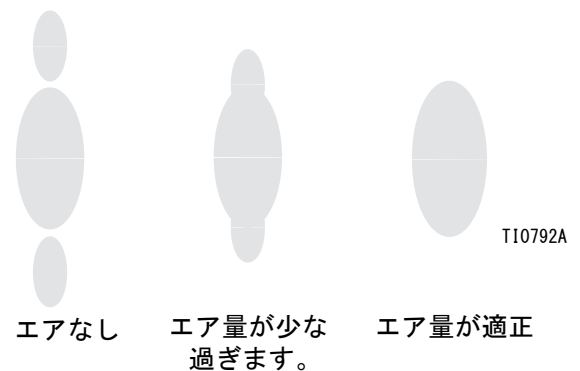

図 .14
5. トリガーされた時の噴霧化エア圧力を約 5psi (3.5kPa、0.35bar) に設定します。スプレーパターンを確認し、テール部が完全に噴霧化されスプレーチップパターンになるまでゆっくりとエア圧を増大します 図図 .14 を参照のこと。エア圧 7 から 10psi (4.9 - 7.0 kPa、0.49 - 0.7 bar) は、特に低い粘性の素材に対して一般的にテール部を噴霧化するのに十分です。エア圧を高く設定しすぎると、素材がエアキャップの上に付き移動の効率を下げます。ガンに対するエア圧力は 100 psi (0.7 MPa、7 bar) を超えないこと